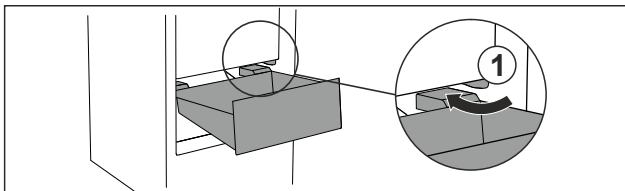

Fig. 106
- ▶ Schubfach schräg um die Stopper Fig. 106 (1) herumführen.